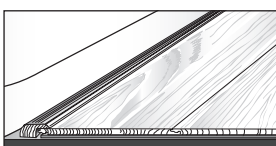

Figure 21
- Des moulures peuvent être installées le long d'une baignoire ou d'un bac de douche aux côtés droits (fig. 21). De l'enduit d'étanchéité fait à 100 % de silicone devrait être appliqué dans l'espace de dilatation et la moulure devrait être déposée sur l'enduit pendant qu'il est encore humide. Le joint entre la moulure et la baignoire ou le bac de douche devrait aussi être calfeutré.